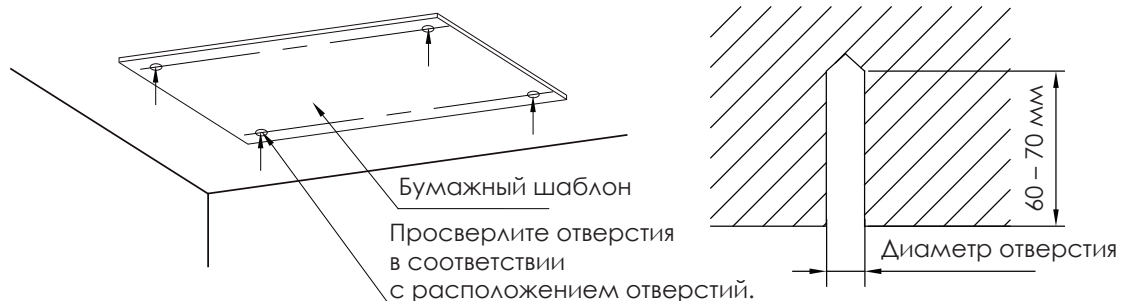
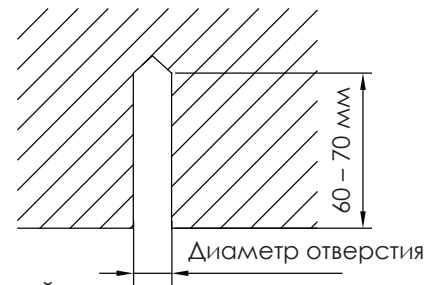

Рис. 4.1.2
Рис. 4.1.3
1) Прикрепите картонный эталон по месту монтажа; просверлите 4 отверстия в местах указанных на картонном шаблоне, как показано на рис. 4.1.2; диаметр отверстия в соответствии с диаметром распорного болта, глубина 60 – 70 мм, как показано на рис.4.1.3.